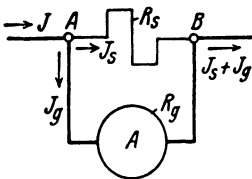

Abb. 19. Strommesser mit Nebenwiderstand.
Sollen mit derartigen Instrumenten für schwache Ströme auch stärkere Ströme gemessen werden, so schaltet man, wie in Abb. 19 dargestellt, parallel zu dem Meßinstrument A einen Nebenwiderstand R_s (früher Shunt genannt), durch den der größte Teil (J_s) des zu messenden Stromes J hindurchgeht.
80. Dem 100Ω Eigenwiderstand besitzenden Drehspulinstrument, dessen Stromstärke bestimmt ist durch die Gleichung $J_g = \frac{\alpha}{10000}$, ist ein Widerstand von $\frac{100}{999} \left[\frac{100}{99} \right] \Omega$ parallelgeschaltet. Welcher Strom fließt durch die unverzweigte Leitung, wenn ein Ausschlag von 100 [130°] vorhanden ist (Schaltung siehe Abb. 19).